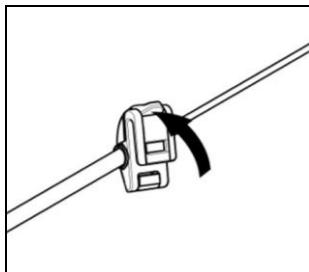

Fig. 23
- Abrir el cierre colocado en la varilla del micrófono, haciendo presión como indica la Fig. 23.